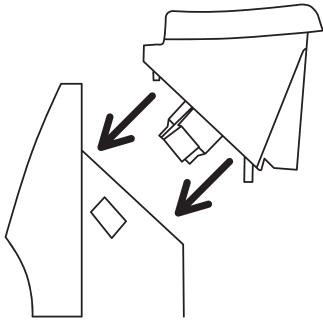

Рис. 4
2. Вставьте разъём электроподключения («папа») на блоке управления в соответствующий разъём («мама») на конвекторе. Обратите внимание, что он может быть вставлен только в одном положении, когда специальная защелка находится справа. Убедитесь, что соединение надежно и разъём блока управления полностью закреплён в конвекторе. Если разъём вставлен до конца, то должен раздаваться щелчок (рис. 4).